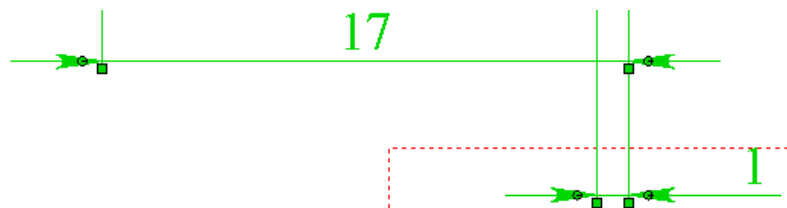

Рис. 15
3. Выберите размеры «17» и «1» (рис. 15).